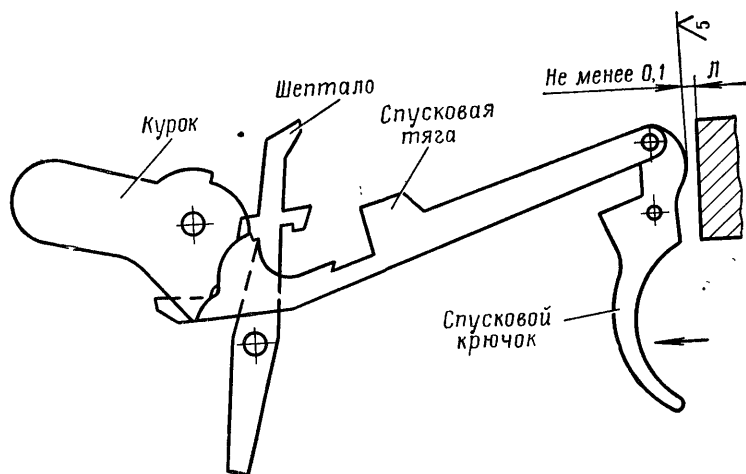

Рис. 52. Схема положения частей спускового механизма в момент спуска курка с боевого взвода
Вставить щуп толщиной 0,1 мм между головкой спускового крючка и стенкой гнезда в рамке (размер L на рис. 52) и нажать до отказа на спусковой крючок, при этом должен произойти спуск курка с боевого взвода.
14.16. Если спуск курка не произойдет, то опилить головку спускового крючка по рис. 52.